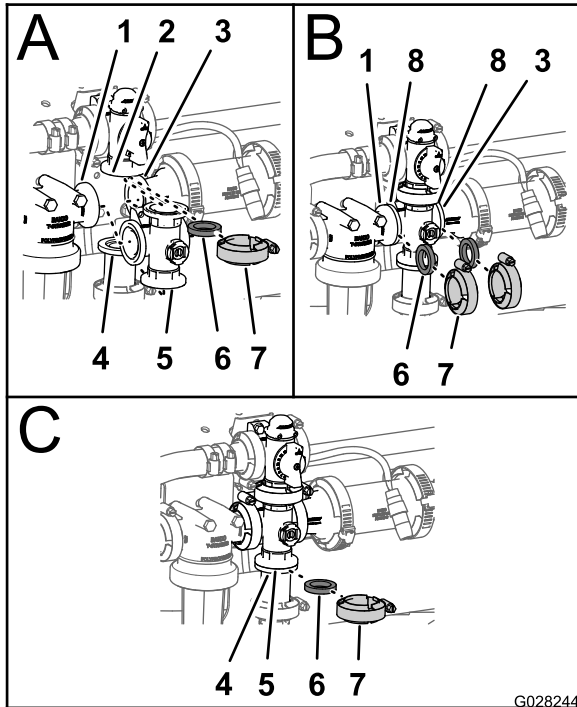

Figura 121
1. Alinee la brida de la válvula de desvío de la agitación, una junta y la brida del conector de extremo del distribuidor de la válvula de agitación (Figura 121).
2. Monte la válvula de desvío de la agitación, la junta y el distribuidor de la válvula de agitación con una brida y apriete a mano (Figura 121).
3. Alinee una junta entre las bridas de la cabeza del filtro de presión y el distribuidor de la válvula de agitación (Figura 121).
4. Monte la cabeza del filtro de presión, la junta y el distribuidor de la válvula de agitación con una abrazadera y apriete a mano (Figura 121).
5. Alinee una junta entre las bridas del distribuidor de la válvula de agitación y el racor reductor (Figura 121).
6. Monte el distribuidor de la válvula de agitación, la junta y el racor reductor con un abrazadera y apriete a mano (Figura 121).
7. Alinee una junta entre las bridas del distribuidor de la válvula de agitación y el acoplamiento del adaptador de la válvula de control de agitación (Figura 121).
8. Monte el distribuidor de la válvula de agitación, la junta y el acoplamiento del adaptador con un abrazadera y apriete a mano (Figura 121).